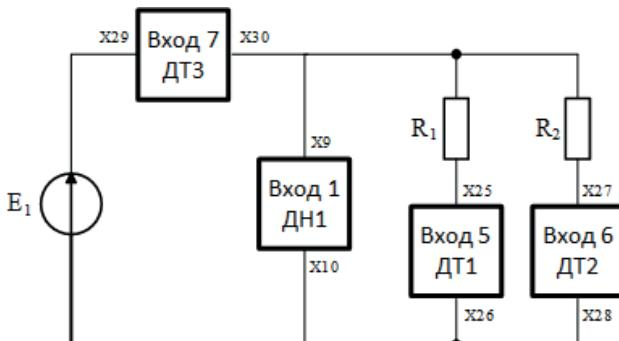

Рис.2
3.4. Собрать электрическую цепь с параллельным соединением резисторов (рис. 2). Для измерения тока использовать входы 5, 6, 7 модуля ввода-вывода (гнезда X25 и X26, X27 и X28, X29 и X30, соответственно). Для измерения напряжения U использовать вход 1 модуля ввода-вывода на пределе 30 В (гнезда X9 и X10). Представить схему для проверки преподавателю.